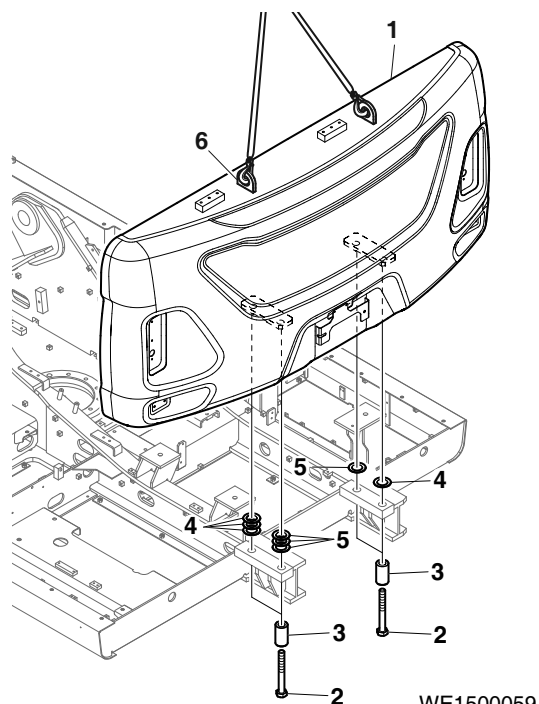

Figura 5
1. Utilizando un dispositivo de elevación adecuado capaz de manipular el peso del contrapeso, suspender el contrapeso de los agujeros de elevación (6, Figura 5). Eleve el contrapeso (1) en su posición justo por encima del marco de soporte (5) dejándolo suspendido. Verificar que el contrapeso esté a nivel y parejo.
NOTA: Deje el contrapeso (1, Figura 5) suspendido 3 mm (0,125") por encima del chasis de soporte (5) hasta que los cuatro pernos de montaje (2) comiencen a introducirse en los orificios para el montaje del contrapeso.
2. Alinee los separadores (3) y las arandelas (4, Figura 5) sobre los pernos (2). Aplicar Loctite n.º 242 a las roscas de los pernos de montaje.
3. Instale los cuatro pernos (2, Figura 5) con los separadores (3) y las arandelas (4) en el contrapeso hasta que las arandelas hagan contacto con el marco de soporte. Bajar completamente el contrapeso en el marco de soporte y terminar el apriete de los pernos.
4. Retire el dispositivo de elevación y las argollas de elevación de los agujeros de elevación del contrapeso. Figura 5(6")